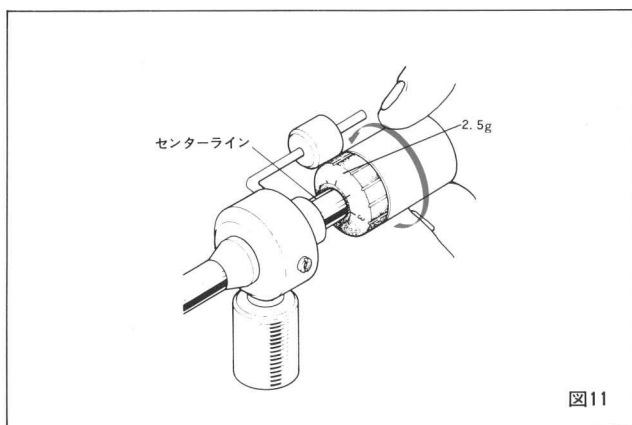

図11
- ②メインウェイトを図のように回してカウンターリングの数字**2.5**の位置にトーンアーム軸のセンターラインに合わせます。(図11)